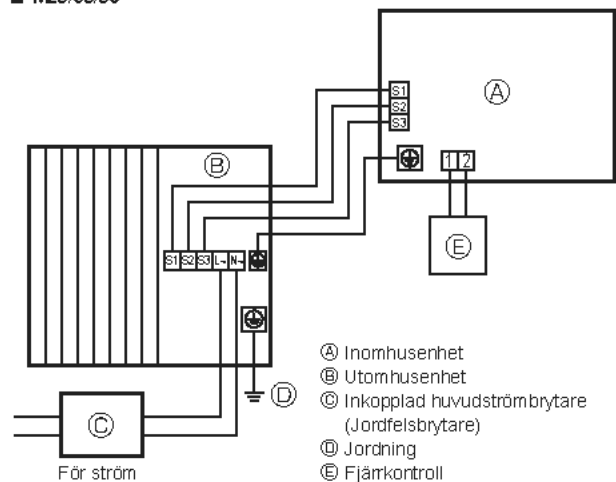
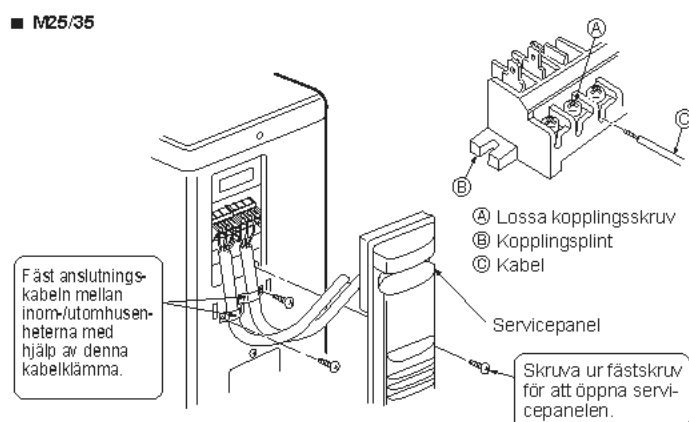
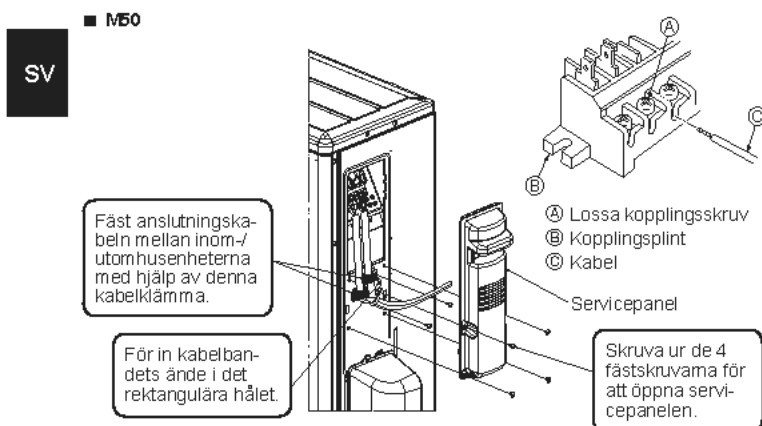
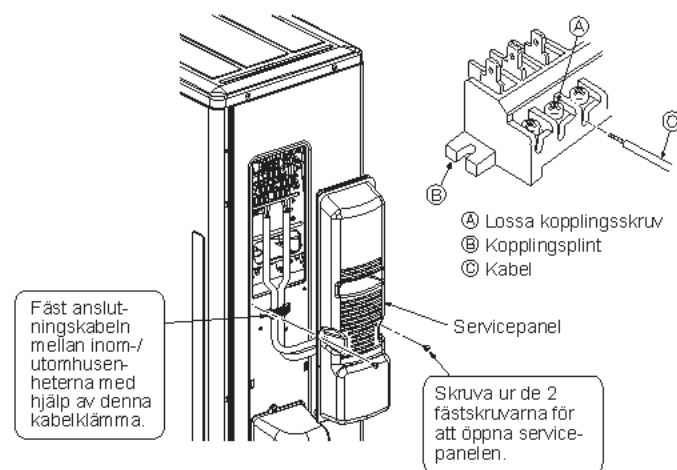

Fig. 6-1
Fig. 6-3
Fig. 6-4
Fig. 6-5
6.1. Utomhusenhet (Fig. 6-1, Fig. 6-2, Fig. 6-3, Fig. 6-4, Fig. 6-5)
① Ta bort servicepanelen.
② Anslut kablar med hänvisning till Fig. 6-1, Fig. 6-2, Fig. 6-3, Fig. 6-4 och Fig. 6-5.